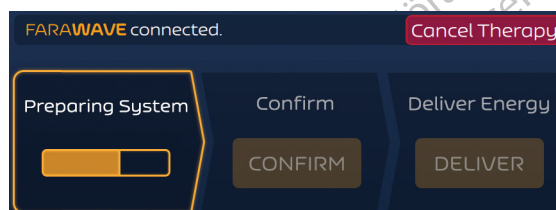

Figura 7. Pantalla de terapia – Modo asíncrono – Estado de preparación
2. Después de colocar el Catéter PFA FARAWAVE en la ubicación deseada, pulse el botón PREPARE (Preparar) para inicializar el Generador PFA FARASTAR. En la figura 7 se muestra la interfaz de usuario en este modo.